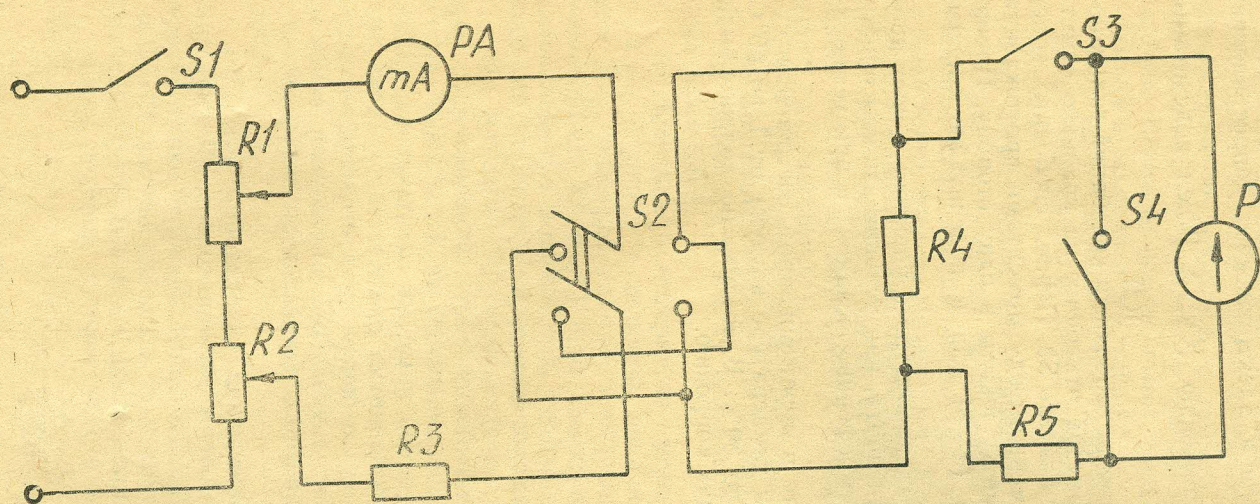

Рис. 2 Схема проверки гальванометра
в) произведите проверки на схеме, изображенной на рис. 2.
2.16. Определите величину внешнего критического сопротивления R_k , пользуясь схемой, изображенной на рис. 2. Для этого резисторами R_1 и R_2 , при замкнутом выключателе S_1 , в цепь гальванометра подайте ток, необходимый для отклонения светового указателя на 4—5 делений шкалы.